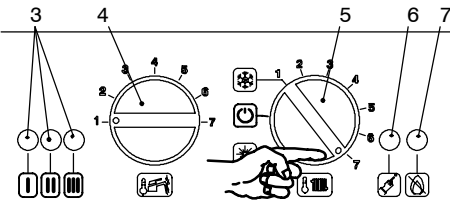
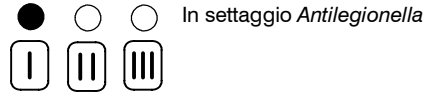
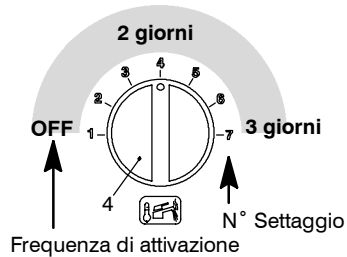
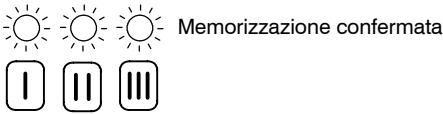

fig. 5.36
fig. 5.37
fig. 5.38
fig. 5.39
- 2 Ruotare il selettore di funzione 5 come in fig. 5.36
- 3 Tenere premuto il pulsante di ripristino 6 in fig. 5.36 per circa 10 secondi, la lampada di blocco 7 in fig. 5.36 inizierà a lampeggiare.
- 4 Le spie di segnalazione 3 in fig. 5.36 si visualizzano come in fig. 5.37 (leggenda spie fig. 5.28)
Per visualizzare il settaggio impostato tenere premuto il pulsante di ripristino 6 in fig. 5.36 per circa 5 secondi. Le spie di segnalazione 3 in fig. 5.36 lampeggeranno un numero di volte pari al settaggio (fig. 5.38).
- 5 Per cambiare il settaggio ruotare la manopola regolazione temperatura sanitari 4 in fig. 5.36 e posizionarla per la **Frequenza di attivazione** prescelta fig. 5.38 (nella figura es. manopola settata per **Frequenza di attivazione ogni 2 giorni**), la lampada di segnalazione blocco 7 in fig. 5.36 lampeggia velocemente.
- 6 Per memorizzare il settaggio premere il pulsante di ripristino 6 in fig. 5.36 per circa 5 secondi, le spie di segnalazione 3 in fig. 5.36 lampeggiano tutte quante simultaneamente come in fig. 5.39 (leggenda spie fig. 5.28)
Successivamente riposizionare il selettore 5 in fig. 5.36 nella posizione desiderata.